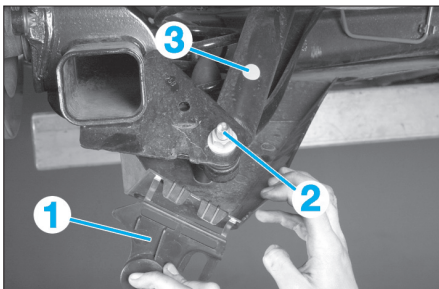

FIG. 18
- l'agrafe de la protection (1) et écarter celle-ci (Fig.18).
- l'écrou inférieur de l'amortisseur (2).
- l'amortisseur (3).
- Déposer la fixation inférieure de l'amortisseur (Fig.18).